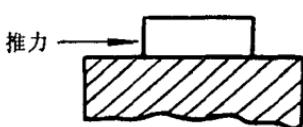

图 2-3 滑动摩擦
1. **滑动摩擦** 一个物体沿着另一个物体表面滑动时产生的摩擦，叫做滑动摩擦（见图 2-3）。轴瓦与轴产生的摩擦就属于这一种。